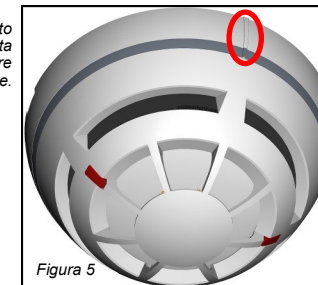

Figura 5
- 4) Quando il rivelatore è saldamente innestato, controllare l'allineamento dei punti di riferimento sul rivelatore e sulla base (figura 5).